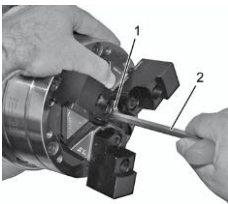

Fig. 25
3. Desserrez l'adaptateur de mors avec une clé à six pans creux [Fig. 25/2] via l'ouverture centrale [Fig. 25/1].